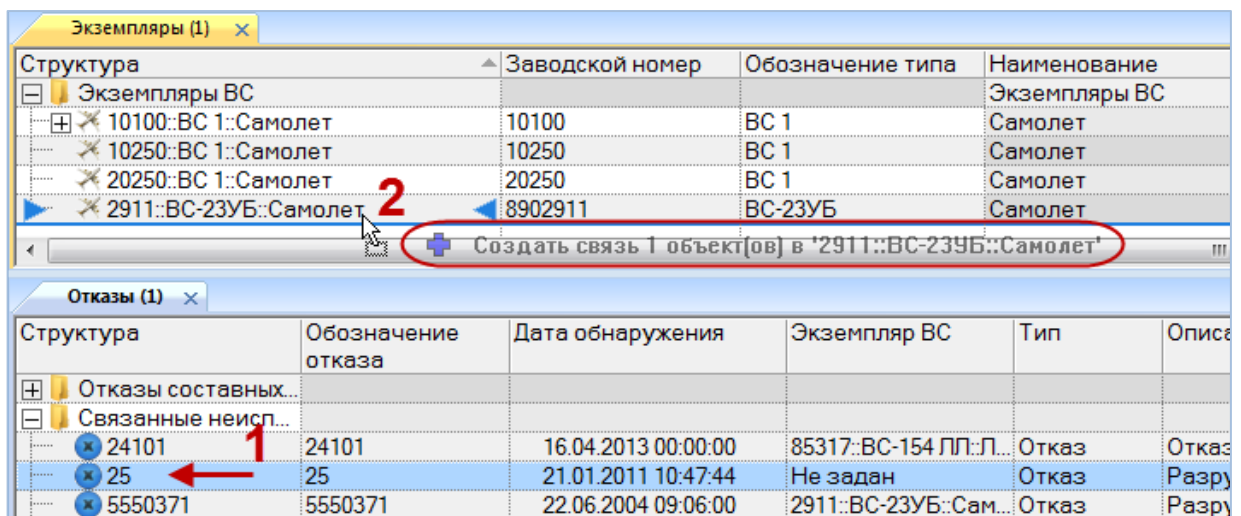

Рис. 13-260 – Переместить отказ на экземпляр ВС
- 2) Выбрать отказ в рабочем окне «Отказы» (1 на рис. 13-260).
3) Переместить с помощью мыши отказ на экземпляр ВС в окно «Экземпляры» – появится подсказка вида «+ Создать связь X объект(ов) в ...» (2 на рис. 13-260). Отпустить кнопку мыши.